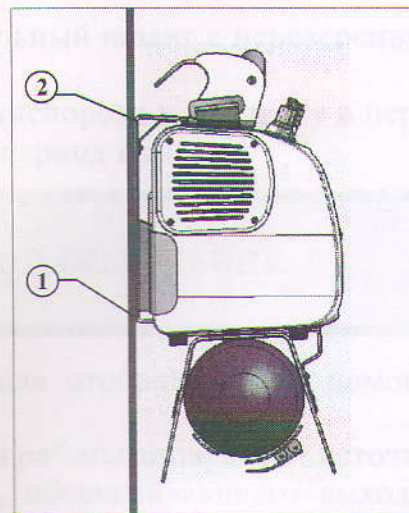

Рис. 1
4.4. Крепление аппарата в стационарном и транспортном варианте производится на вертикальную поверхность (стена, перегородка и т.п.) с помощью кронштейна 1 (рис.1). Аппарат устанавливается на кронштейн и фиксируется пружиной 2.